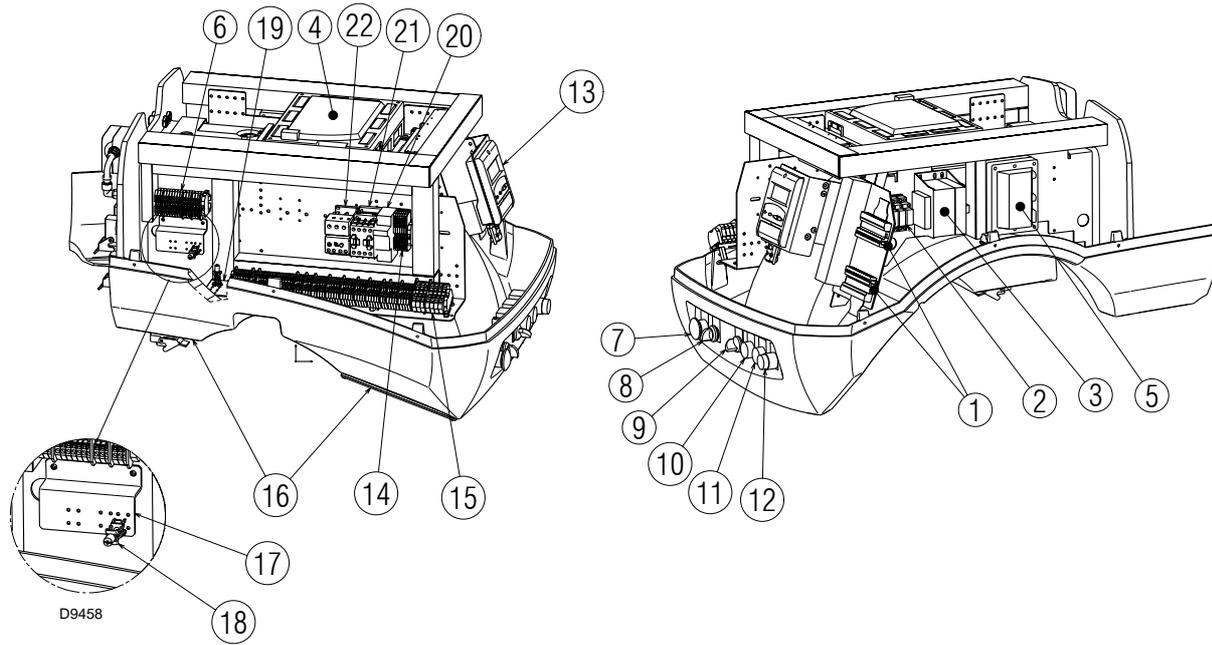

Abb. 6
- **Störabschaltung des Gerätes:** das Aufleuchten der Drucktaste (**rote Led**) 12)(Abb. 6) weist auf eine Störabschaltung des Brenners hin.
Zur Entriegelung den Druckknopf 12)(Abb. 6) drücken.